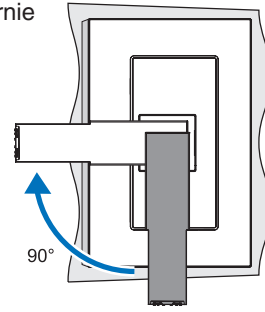

Figure 1
1. Placez le moniteur face vers le bas sur une surface non abrasive (**Figure 1**).
2. Faites pivoter le socle de 90 degrés, comme illustré par la **Figure 1**.